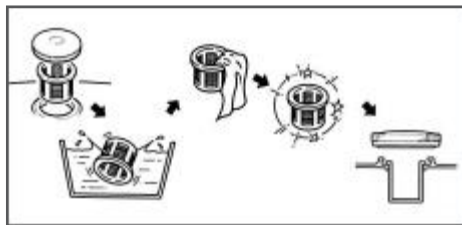

Рис. 4
- выньте фильтрующую сеточку и осмотрите. При необходимости промойте ее бензином или очистите сжатым воздухом (Рис.4);